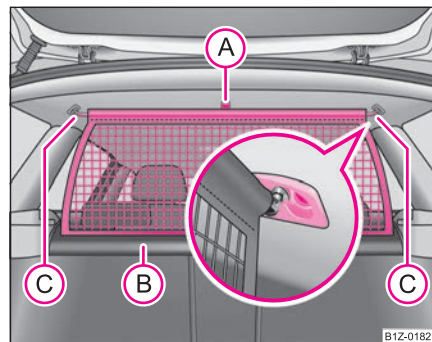

Fig. 86 Desfacerea peretelui despărțitor
- Trageți bara în spate din suporturile din plafon, mai întâi pe o parte, apoi pe partea cealaltă, și scoateți-o din suporturi (C) ⇒ pagina 98, fig. 86.
- **Susțineți** bara transversală astfel încât peretele să se poată rula încet și fără să se deterioreze, în carcasa (B).